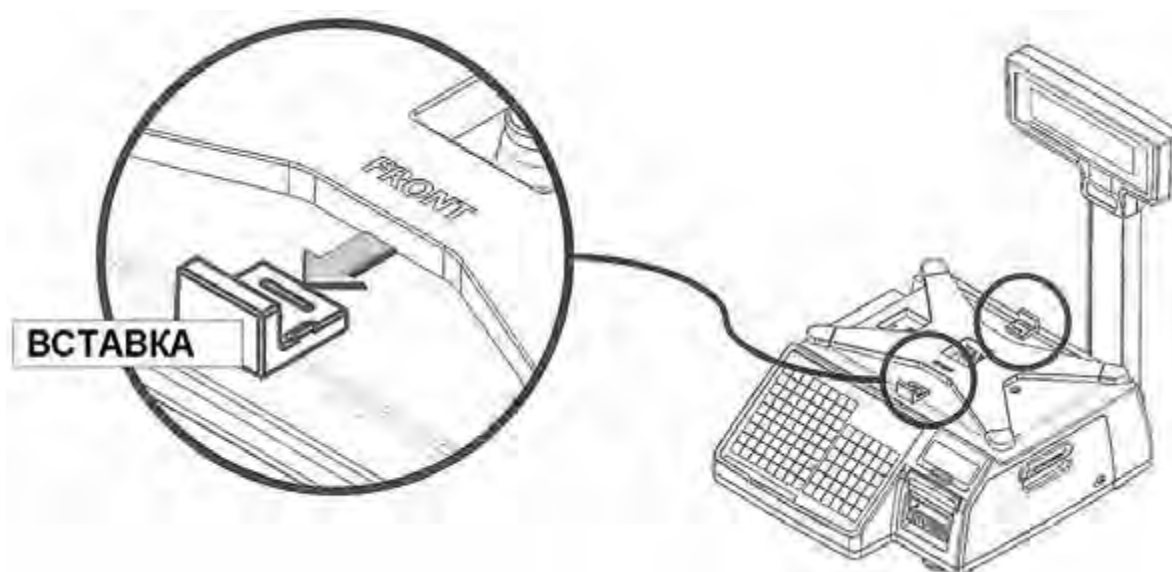

Рисунок 1.7 – Распорные вставки
- Удалите две распорные резиновые вставки, расположенные между крестовиной и верхней частью корпуса весов (см. рисунок 1.7).**